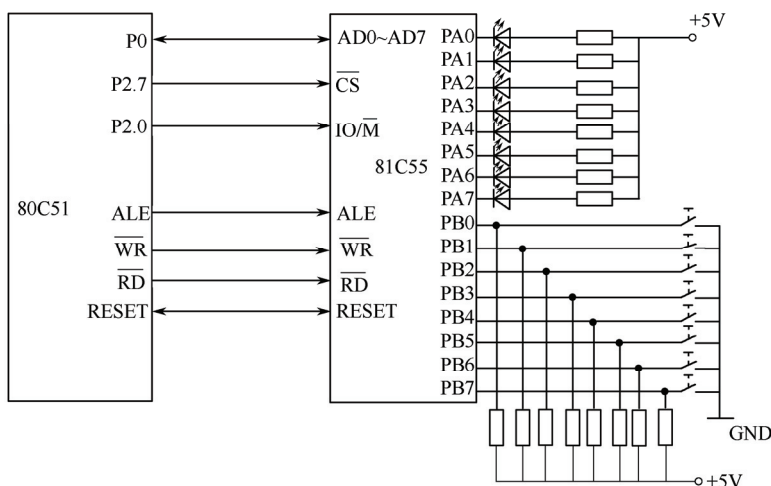

图 9.15 80C51 和 81C55 的接口电路
**【例 9.6】**如图 9.15 所示,如果在 81C55 的 B 口接 8 个按键,A 口接 8 个发光二极管,则下面的程序能够完成按下某一按键,相应的发光二极管发光的功能。
【例 9.7】如图 9.15 所示，若要求 A 口定义为基本输入方式，B 口定义为基本输出方式。读取 81C55，要求将立即数 AAH 写入 81C55 RAM 的 7E25H 单元。